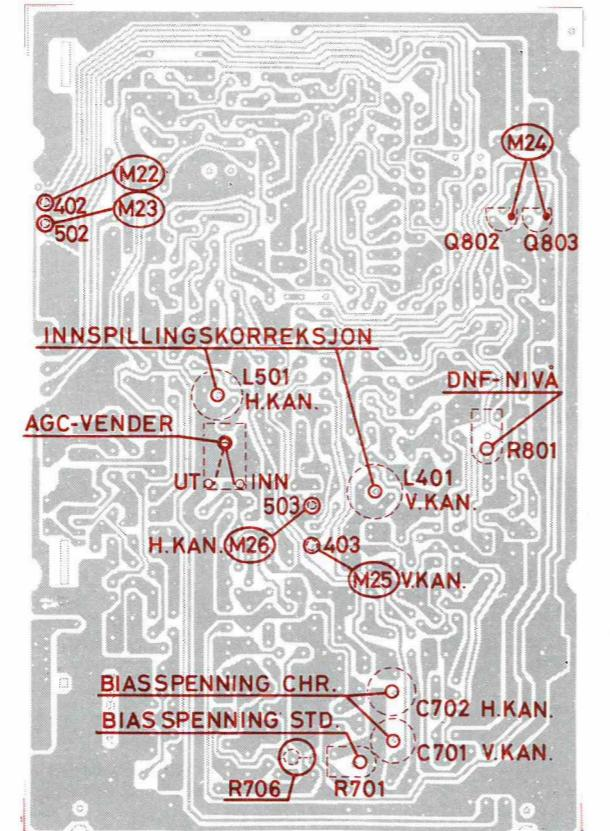

Fig. 38. Trimme- og målepunkter, kassettelen
Trimme- og målepunkter, se fig. 38.
- Slå av AGC-vender, se fig. 38.